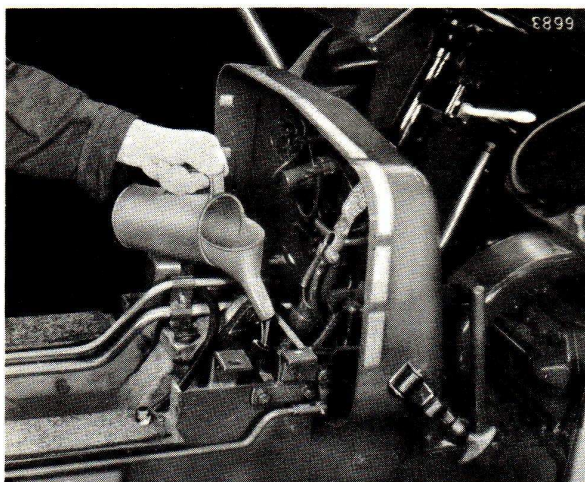

Fig. 35.- Remplissage du boîtier de direction avec de l'huile pour engrenages SAE-90
Chaque année ou après 1000 heures de fonctionnement, retirez la batterie ainsi que la plaque et refaites le plein du boîtier de direction avec de l'huile pour engrenages jusqu'au niveau de l'orifice de remplissage; voir tableau de graissage (16) et figure 35.